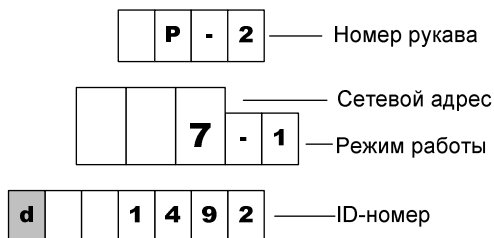

Рисунок 7
8.1 По команде СУ на табло могут отображаться сетевой адрес, режим работы и ID-номер рукава (рисунок 7). При снятии/установке любого раздаточного крана на табло выводится информация для следующего по счету рукава. По достижению последнего рукава вновь отображается информация по первому рукаву.